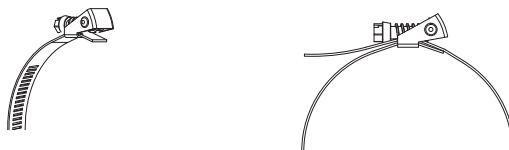

Abb. 9.4: Schnell-Spannschloss
- Schieben Sie das Spannband durch das Spannschloss (siehe Abb. 9.4).